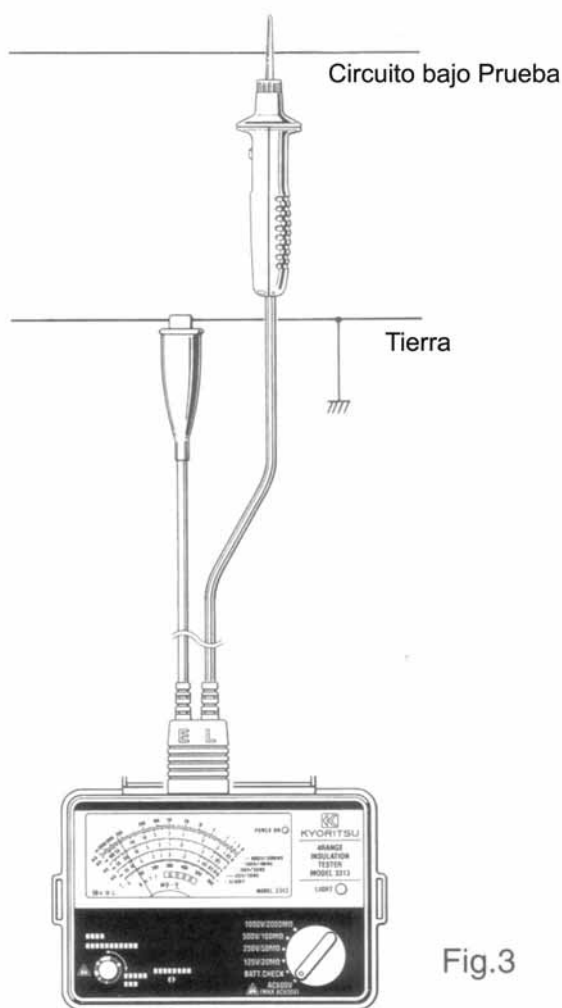

Fig.3
(2) Conecte la pinza de cocodrilo en el conductor de tierra y la sonda a la fase del circuito bajo prueba como se muestra en la Fig.3 (Esto no se puede aplicar en medidas de voltaje entre fases).